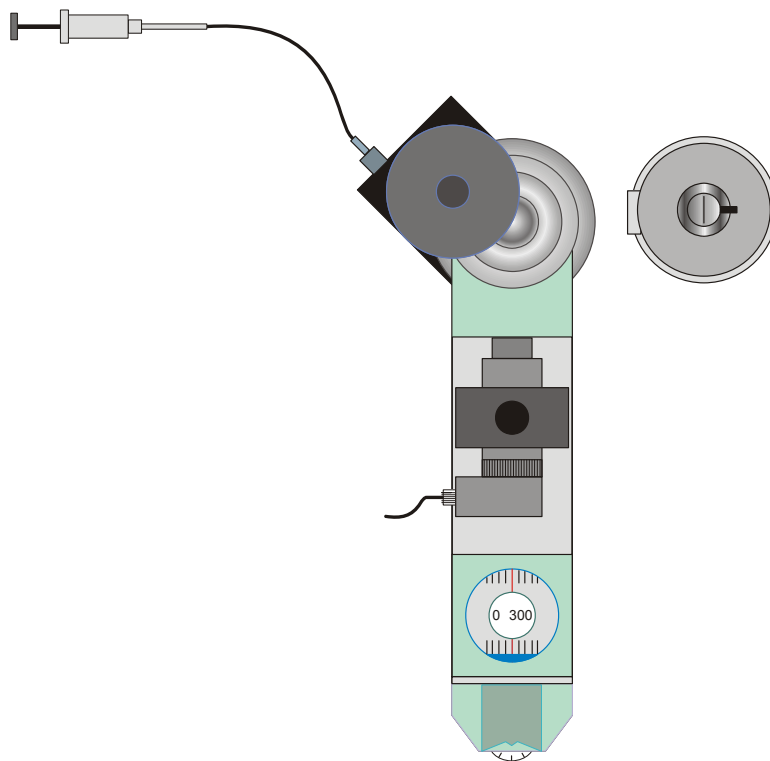

Fig. 9 Montaggio del caricatore pellicole
- Rimuovere la ganascia di serraggio del supporto campione (vedere la Fig. 9).